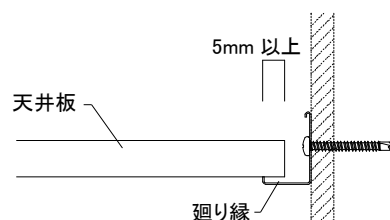

図2-8-1 天井板を片寄せした場合 (Hバー受け方向)
- ①Hバーを天井板の長さに合わせてカットする。なお、Hバー、天井板ともに、落下防止のため、片寄せした場合でも5mm以上の載せ代が確保されるよう注意すること。(図2-8-1 参照)